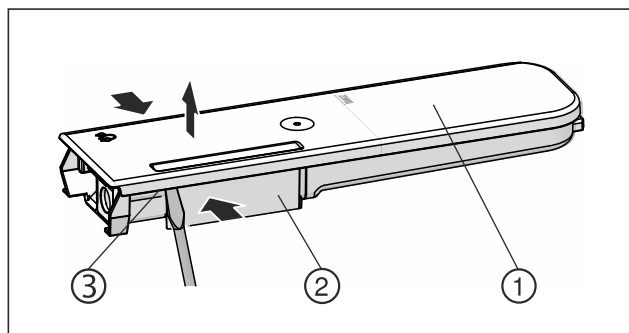

Fig. 151
- ▶ Stlačte zásobník na vodu Fig. 151 (2) a veko Fig. 151 (1) opatrne vypáčte a vytiahnite nahor cez západkové výstupky Fig. 151 (3).
- ▶ Vekom Fig. 151 (1) zľahka pohybujte sem a tam a odoberte ho smerom nahor.